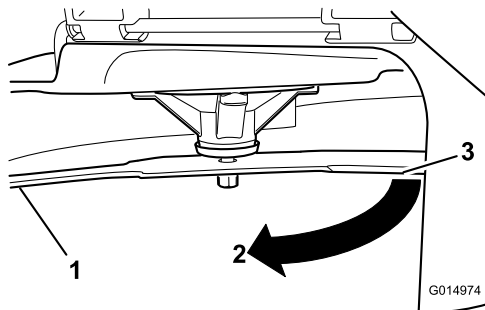

Figura 79
3. Segunda distancia medida entre cuchilla y superficie (B)
4. Gire la misma cuchilla 180 grados de manera que el otro extremo esté en la misma posición (Figura 79).